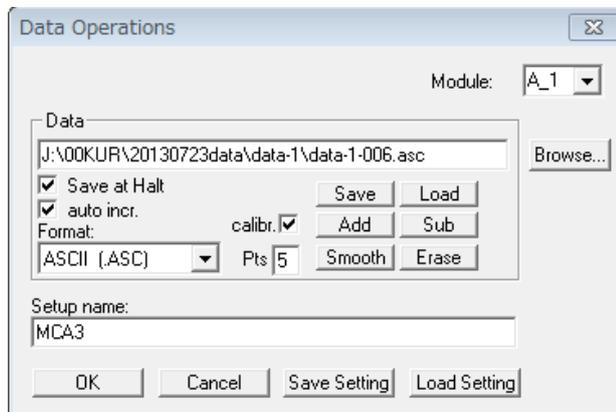

図 6. ファイル保存のセッティング画面
- ・次に、各試料から得られる即発 γ 線スペクトルをファイルに保存するための設定を行う。MCA-3 の File->Save as で立ち上がるウィンドウ内で保存先のフォルダおよびファイル名を入力する(図 6 参照)。この時、ファイル名は data-000 などと 000 を最後につけておく。ファイルの種類は ASCII Files とする。続いて、MCA-3 の Options->Data で立ち上がるウィンドウ内の Save at Halt および auto incr,の左のチェックボックスにチェックする。